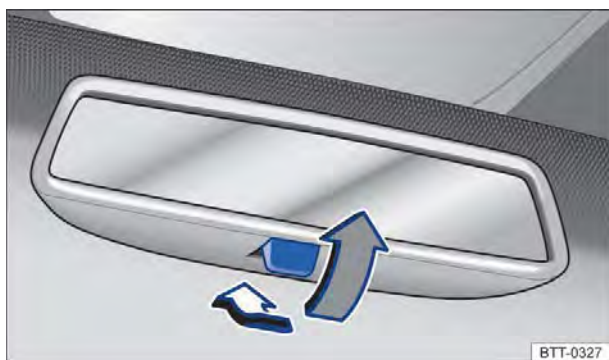

Fig. 96 No para-brisa: espelho retrovisor interno com antiofuscante manual.
- Para evitar o ofuscamento, puxar a alavanca para trás $\Rightarrow$ Fig. 96.